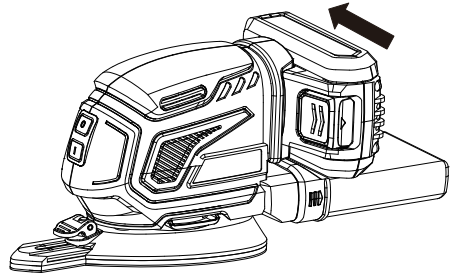

Fig. G2
4. TO INSTALL THE BATTERY PACK (SEE FIG. G2)